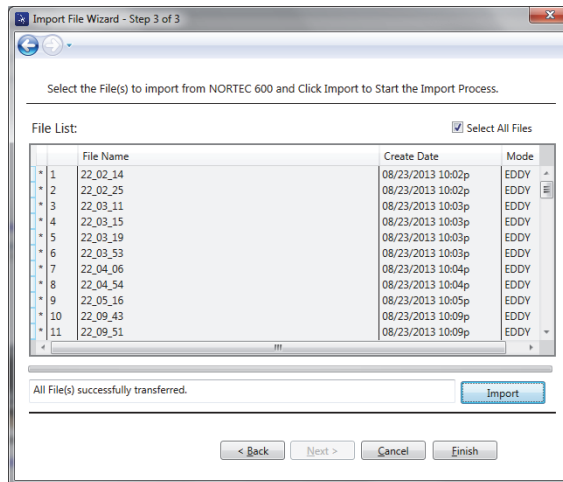

Abbildung 6-5 Beendeter Dateiiport
4. Wurden alle Dateien übertragen, klicken Sie auf **Finish**, um den Assistenten zu verlassen (siehe Abbildung 6-5 auf Seite 324)